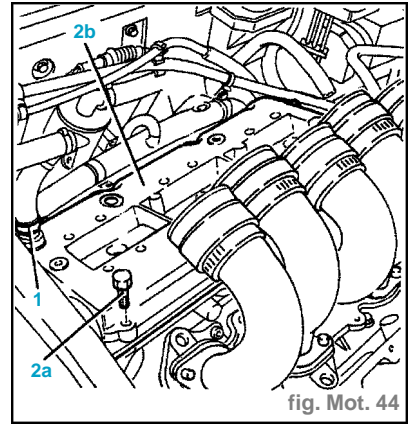

fig. Mot. 44
- Déposer le tuyau de recyclage des vapeurs d'huile au niveau du cache-culbuteurs (1) (fig. Mot.44).